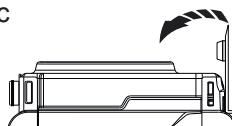

Fig.7
- Retirar la tapa protectora del filtro (K) de suciedad deslizando la pesaña de fijación (Fig.7)